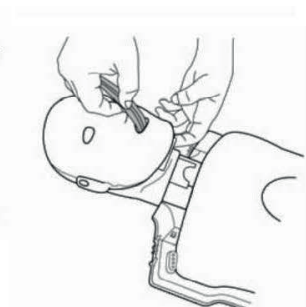

Figure 5
5. Stecken Sie den gefalteten Luftweg mit der gefalteten Seite zuerst in den Mund des Modells. (Figure 5).